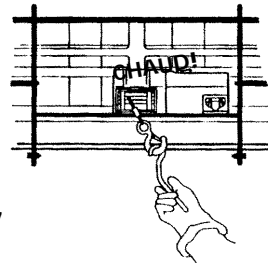

Figure 7
- peuvent devenir très chauds (Fig. 7).*